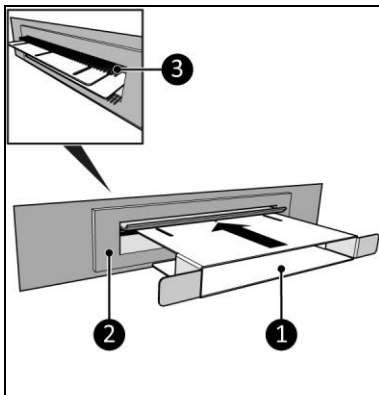

Figure 2
1. Ouvrez la boîte aux lettres (Figure 2, pos. 2) et insérez le dispositif de transfert (Figure 2, pos. 1). Le dispositif de transfert repousse la brosse (Figure 2, pos. 3) de la boîte aux lettres pour assurer qu'il y a assez de place pour le Way-out.